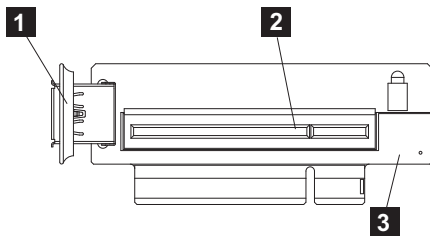

図 231. USB ライザー・カード・アセンブリー (SAN ボリューム・コントローラー 2145-CF8 が示されています)
7. ディスク・コントローラーと USB ライザー・カード・アセンブリー (**3**) 上の USB 接続 (図 231 の **1**) から、USB サービス・コントローラー・ケーブルを取り外します (132 ページの『USB サービス・コントローラー・ケーブルの取り外しと交換: 2145-CG8 または 2145-CF8』の説明を参照)。